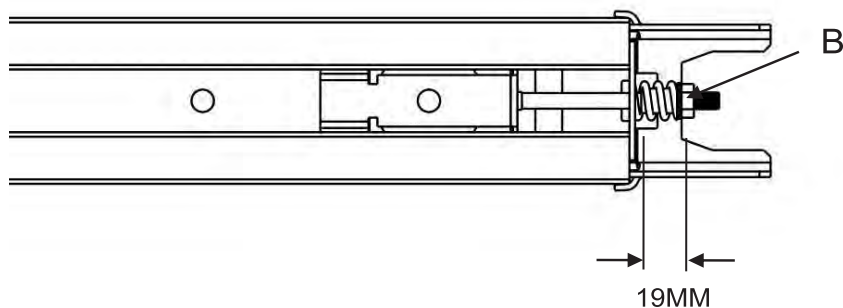

Fig.11
6. Serrer l'écrou à la bonne position comme indiqué sur la figure 11, couper le serre-câble en plastique sur le pignon. L'assemblage du rail est terminé.